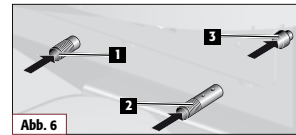

Abb. 6
Sekundärluft einstellen	Sekundärluftschieber (II) zwischen Markierung 2 und 3 (s. Abb.6)